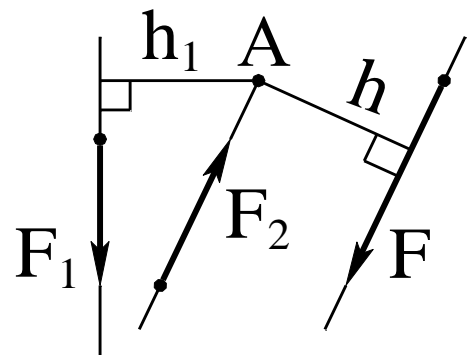

Рис. 14
Момент силы относительно точки равен произведению модуля силы на плечо. Плечом (h) называют кратчайшее расстояние от точки (A) до линии действия силы (F). (Рисунок 14).